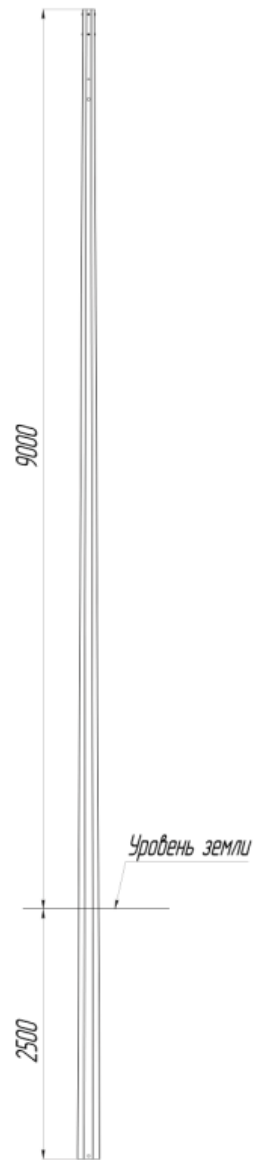

Рисунок 1.
5.1. Установить опору ТАНС.11.128.000 (Рисунок 1), все элементы автономной осветительной установки имеют большой вес и крепятся к опоре, поэтому опора должна быть надежно зафиксирована.